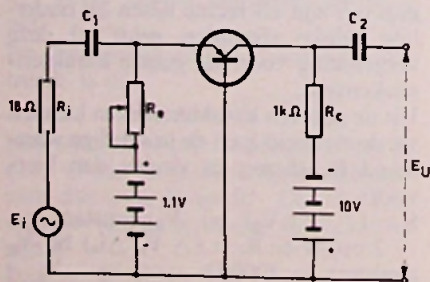

Fig.13
- c. Men schakelt de transistor als in fig. 13 is aangegeven. Op welke waarde moet men de regelbare weerstand  $R_e$  instellen om een collectorgelijkstroom van 4,5 mA te verkrijgen?
hier beschouwde geval nul is, dus  $V = 0$ . De weerstand  $R_i$  is de ingangsweerstand van de transistor voor wisselspanningen, in dit geval dus  $20 \Omega$ . De weerstand  $R_2$  is de inwendige weerstand, die in dit geval oneindig groot werd gesteld, dus  $R_2 = \infty$ . Tenslotte is de sterkte van de stroombron I gelijk aan  $\alpha$  maal de ingangsstroom, dus  $0,9 \times$  deze stroom. Bij de in fig. 13 aangegeven schakeling en bij  $E_i = 36 \text{ mV}$ , is de ingangswisselstroom van de transistor  $0,9 \text{ mA}$ , dus is  $I = 0,81 \text{ mA}$ .
3. In het schema van fig. 13, dat alleen voor wisselstromen geldt, zijn de beide spoelen L gelijk;  $L = 1,5 \text{ mH}$ . De condensator C heeft een capaciteit van  $17.000 \text{ pF}$ . De versterkingsfactor van de buis is 49. De instelling van de buis en de grootte van  $E_i$  zijn zodanig dat het gebruikte deel van de karakteristiek als recht mag worden beschouwd. Bereken de frequentie van  $E_i$  waarbij de anodewisselstroom maximaal is. De amplitudo van  $E_i$  is constant. De verliezen van L en C en de inwendige capaciteiten van de buis mogen worden verwaarloosd.